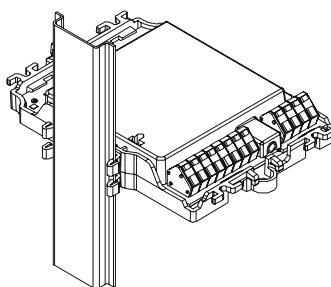

Fig. 1
- On a top hat rail (Fig. 1)
2. Push the input module with the mounting feet against the top hat rail until the mounting feet engage (Fig. 1).
- Auf einer Hutschiene (Fig. 1)
2. Drücken Sie den Eingabebaustein mit den Montagefüssen gegen die Hutschiene, bis diese einrasten (Fig. 1).
- Sur un profilé (fig. 1)